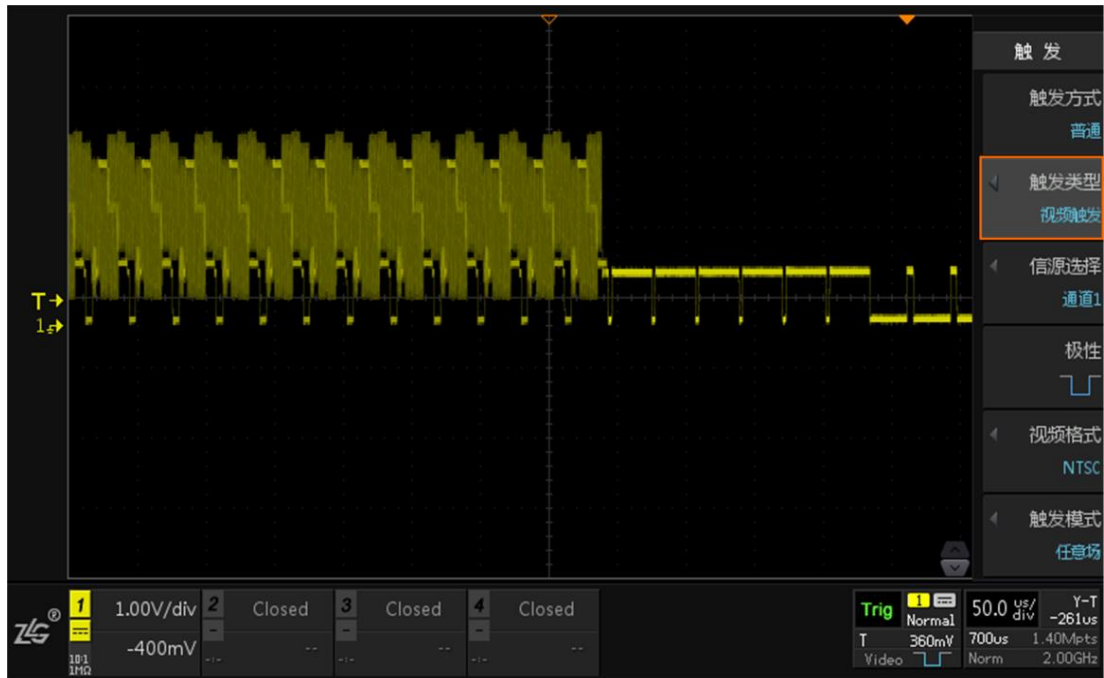

图 21.10 视频触发
- 3、点击【Trigger】进入触发菜单，触发类型选择“视频触发”，配置好通道源 CH1、负极性和 NTSC 视频格式等，并调节“触发电平偏移旋钮”将触发电平调至信号的负极性部分，可看到波形在负极性稳定触发并显示，如图 21.10 所示；